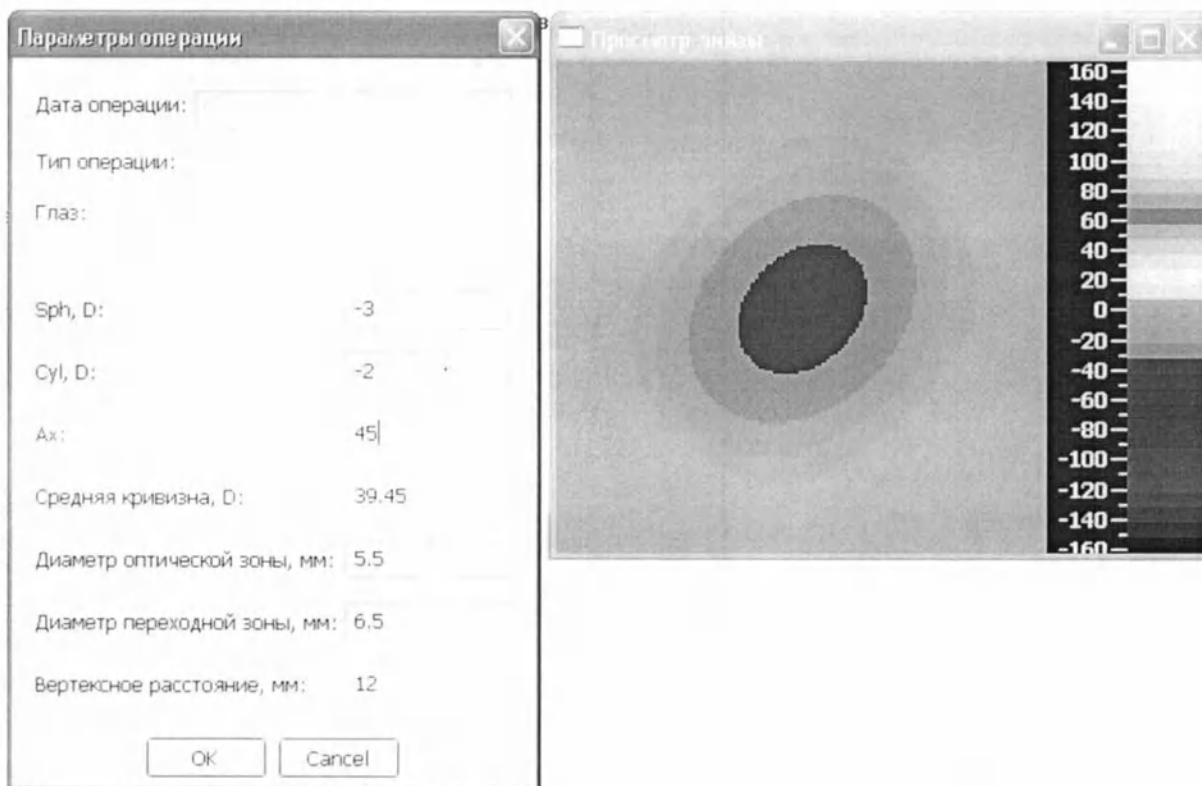

Рис. 5 Окно параметров операции (коррекция миопии)
- Для операций коррекции миопии и гиперметропии (рис. 5) вводятся значения сферической и цилиндрической составляющей в диоптриях, угол наклона цилиндрической составляющей в градусах, средняя кривизна глаза до операции в диоптриях, вертексное расстояние в миллиметрах.
2. Нажмите кнопку «Изменить» панели редактирования списка операций. Появится окно редактирования операции (рис. 5, 6 или 7 в зависимости от типа операции).